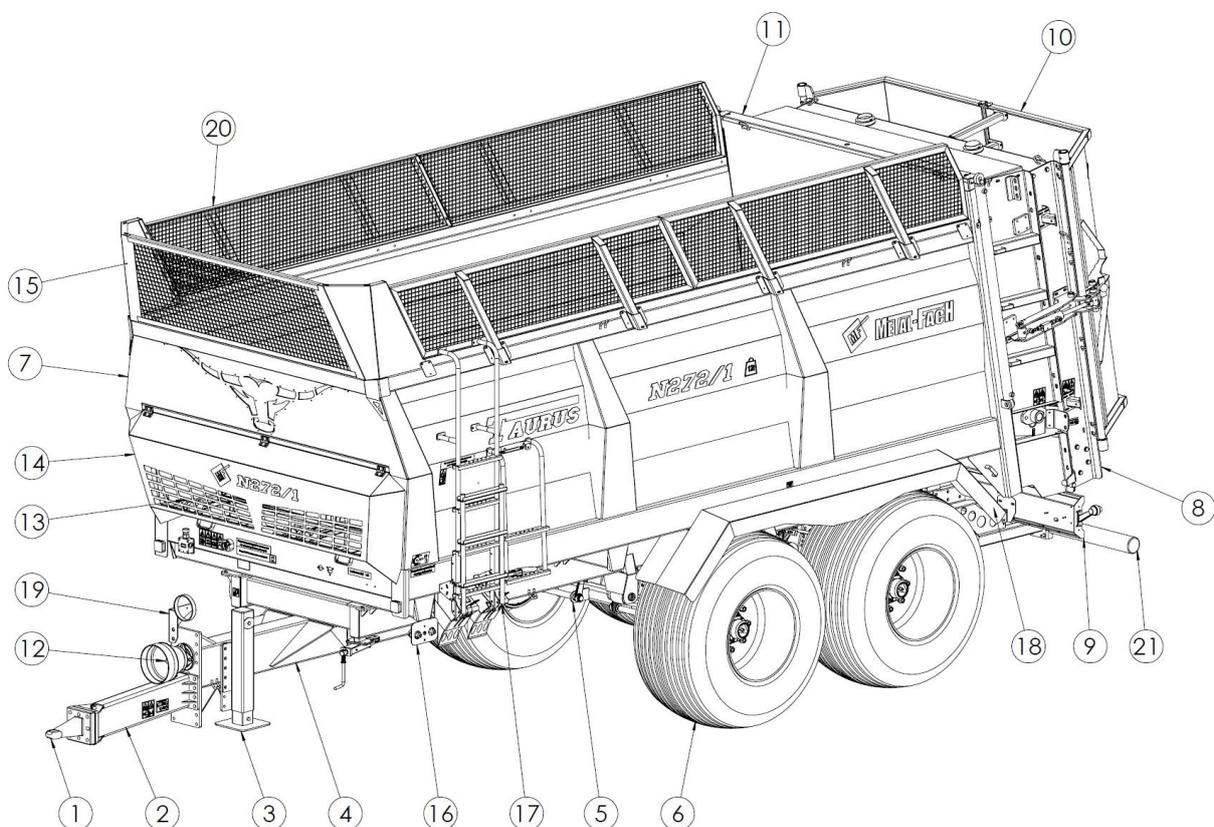

Abbildung 8. Allgemeine Konstruktion des Miststreuers
Die Konstruktion des Streuers ist in Abbildung 8 dargestellt. Hauptkonstruktionselement ist der untere Rahmen (4) mit Tandemaufhängung (5), auf dem der Muldenkasten (7) aufgesetzt ist. Eine starre Zugdeichsel (2), ausgestattet mit einer Zugöse (1), dient zur Verbindung mit der unteren oder oberen Anhängerkupplung des Schleppers. Es